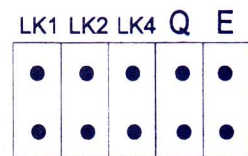

Fig.5
1. Brancher l'alimentation et enlever les cavaliers (LK1, 2, 4 et Q), comme illustré sur la Figure 5.